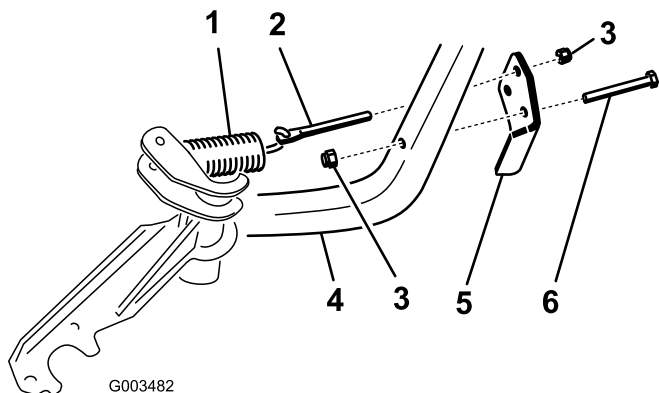

図 6
4. スプリング・ロッドをスプリング・ブラケットの穴に通し、ロックナット ((3/8 インチ)) で仮止めする。スプリング・ロッドは図 6 のように組み付ける。
6. ボルト ((3/8 x 2-3/4 in)) とロックナット ((3/8 インチ)) を使って、前フレーム・チューブにスプリング・ブラケットを取り付ける。スプリング・ブラケットは図 6 のように組み付ける。